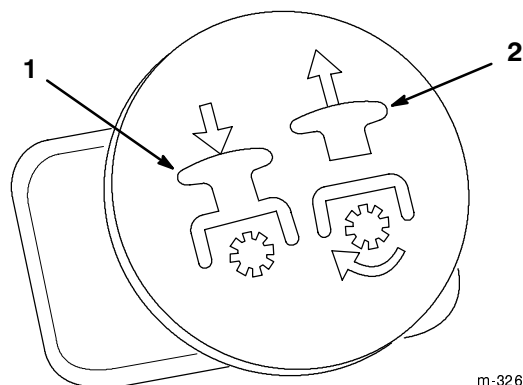

Figure 25
3. Tirer le bouton de prise de force (PdF) en position embrayée (Fig. 25).